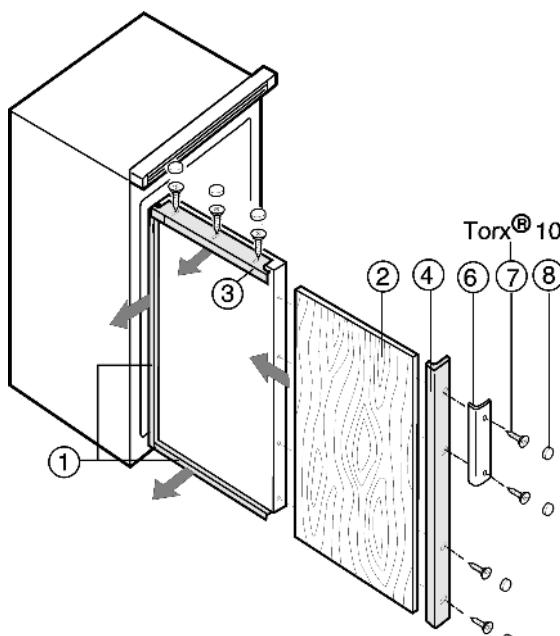

Fig. 11
- Dévisser Fig. 11 (4) les cadres d'habillage côté poignées.
- Desserrer les vis sur les autres cadres d'habillage Fig. 11 (1, 3) et glisser les cadres vers l'avant.
- Insérer le panneau décor Fig. 11 (2).
- Repousser Fig. 11 (1, 3) et revisser les cadres d'habillage..
- Visser le panneau décor Fig. 11 (4) avec la poignée Fig. 11 (6) et les vis Fig. 11 (7).
- Placer les cache-vis Fig. 11 (8) sur toutes les têtes des vis.